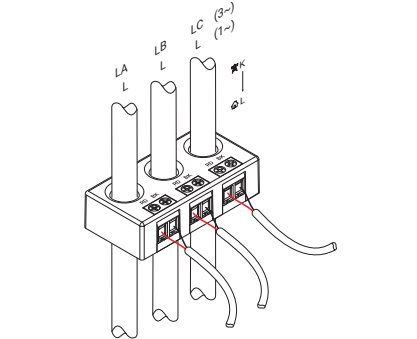

Abb. 3 Shelly 3CT63 Installationsübersicht
- Verbinden Sie die isolierten Enden der 3 Signalkabel mit den entsprechenden Shelly 3CT63-Klemmen und folgen Sie dabei der Farbmarkierung RD-BK (Rot-Schwarz), wie in Abb. 3 gezeigt.
- Führen Sie die LA-, LB- und LC-Phasenkabel, die die zu messenden Ströme führen, durch die Leiteröffnungen des Shelly 3CT63. Führen Sie bei einem einphasigen Aufbau die Phasenleiterkabel (L) durch die Leiteröffnungen (Abb. 3).